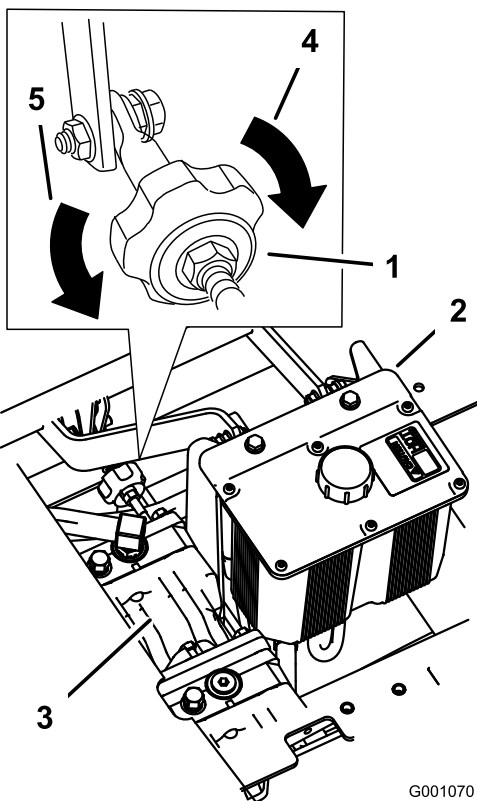

Figura 59
4. Affinché la macchina vada a destra, girate la manopola verso il lato destro della macchina; fate riferimento a Figura 59
5. Affinché la macchina vada a sinistra, girate la manopola verso il lato sinistro della macchina; fate riferimento a Figura 59